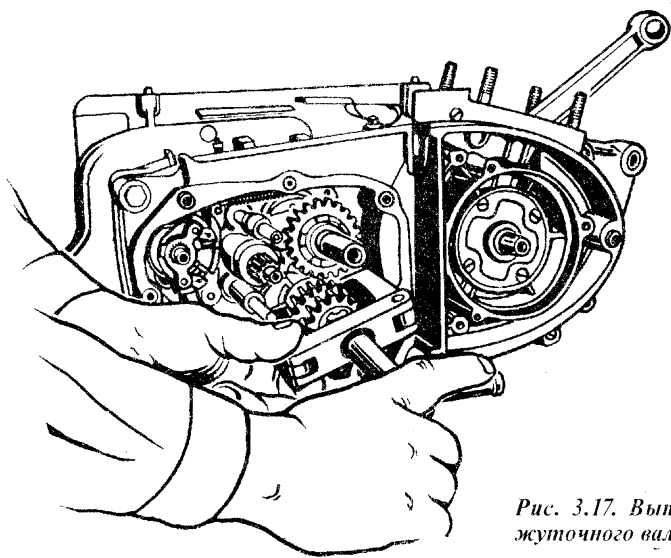

Рис. 3.17. Выпрессовка промежуточного вала
- выпрессовать промежуточный вал с помощью приспособления П-14 (см. табл. 7.4) и рис. 3.17 или выбить его со стороны муфты сцепления;